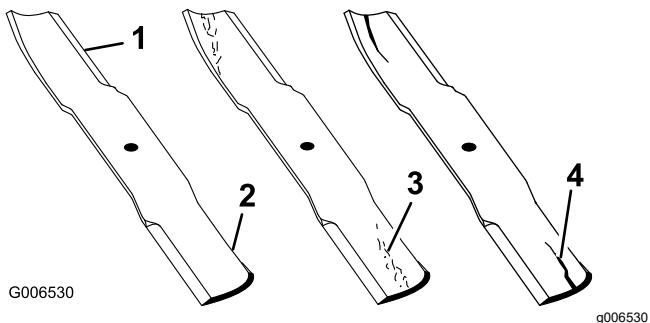

Figura 113
1. Inspeccione los filos de corte (Figura 113).
4. Si observa fisuras, desgaste o la formación de una ranura en esta zona, instale de inmediato una cuchilla nueva (Figura 113).